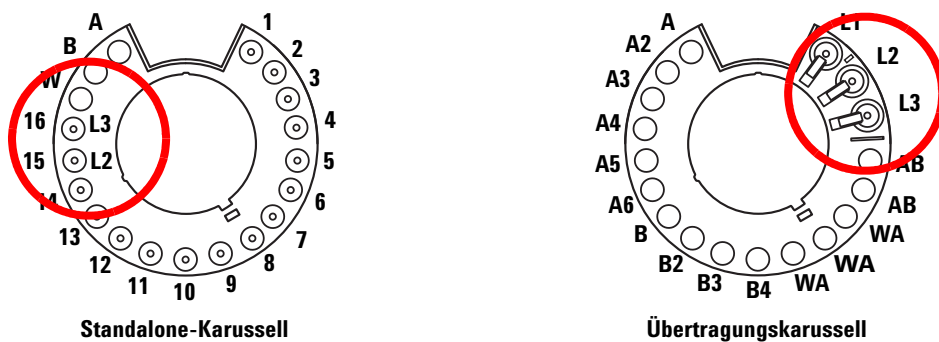

Abb. 62 Die Fläschchenpositionen am Karussell bei Sandwich-Injektionen
Beim Laden der Fläschchen für Sandwich-Injektionen kann Layer 1 (L1) in eine beliebige Karussellposition von 1 bis 14 bei Verwendung eines Standalone-Karussells bzw. in eine beliebige Tellerposition von 1 bis 150 bei Verwendung eines Übertragungskarussells mit Probeteller geladen werden. Die Fläschchen für Layer 2 (L2) und Layer 3 (L3) müssen in die Karussellpositionen **L2** bzw. **L3** (Abbildung 62) geladen werden.
- 3 Platzieren Sie das Fläschchen für Lösungsmittel B (L3) in Karussellposition **L3**. Weitere Informationen zur Karussellposition finden Sie unter Abbildung 62 auf Seite 211.